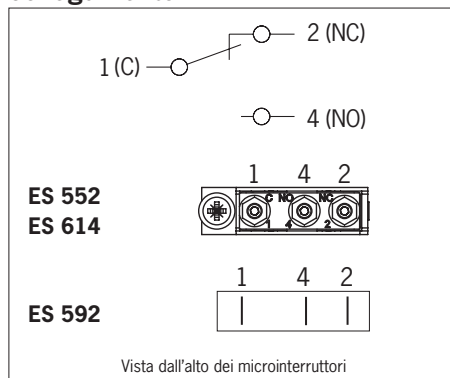

Fig. 1: Microinterruttori e schema di collegamento
- Per lo schema di collegamento, vedere Fig. 1.